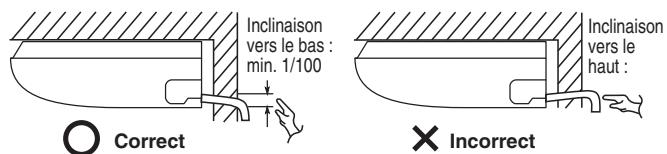

Fig. 3-22
- Connecter le tube de vidange de manière qu'il soit incliné vers le bas, de l'unité à l'extérieur. (Fig. 3-22)